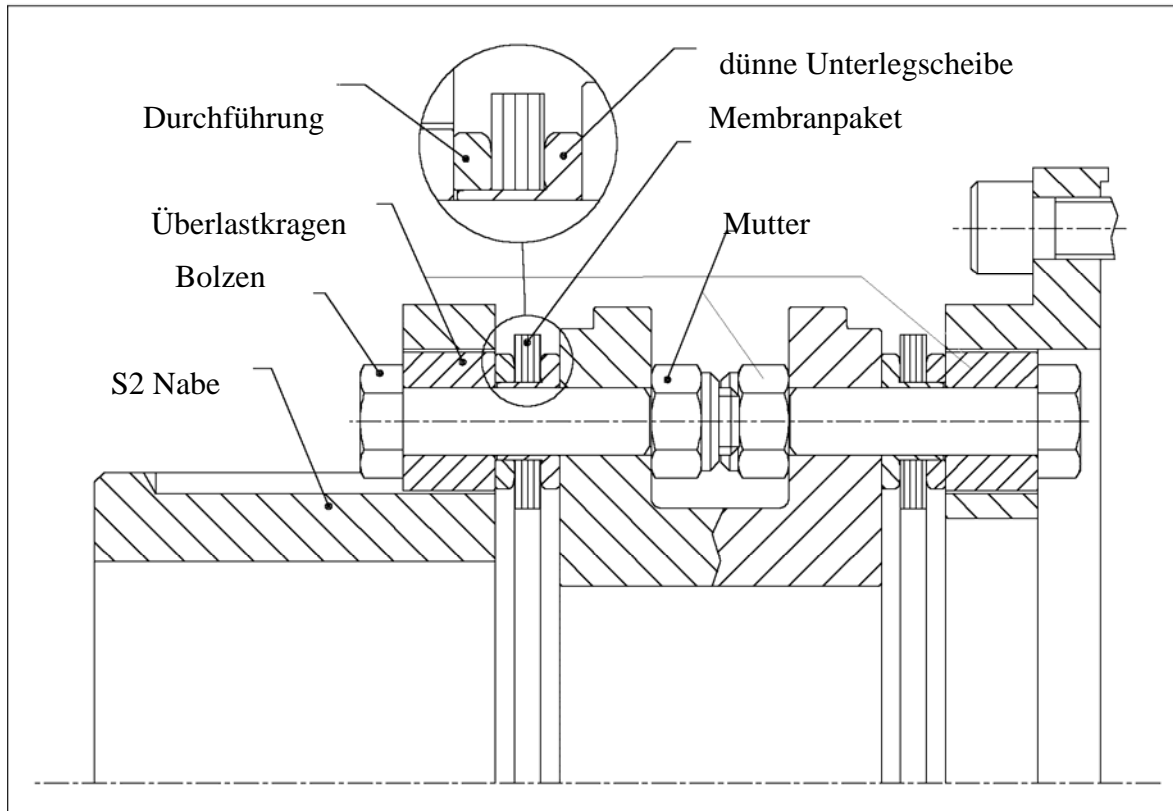

Bild 4 Installation der letzten drei Bolzen
3.5.11) Führen Sie die restlichen drei Bolzen durch die Überlastkragen und die großen Bohrungen in der Nabe, das Membranpaket und danach durch die kleinen Bohrungen in dem Anschraubflansch des Distanzstückes. Ziehen Sie die Muttern von Hand an. (Siehe Bild 4)